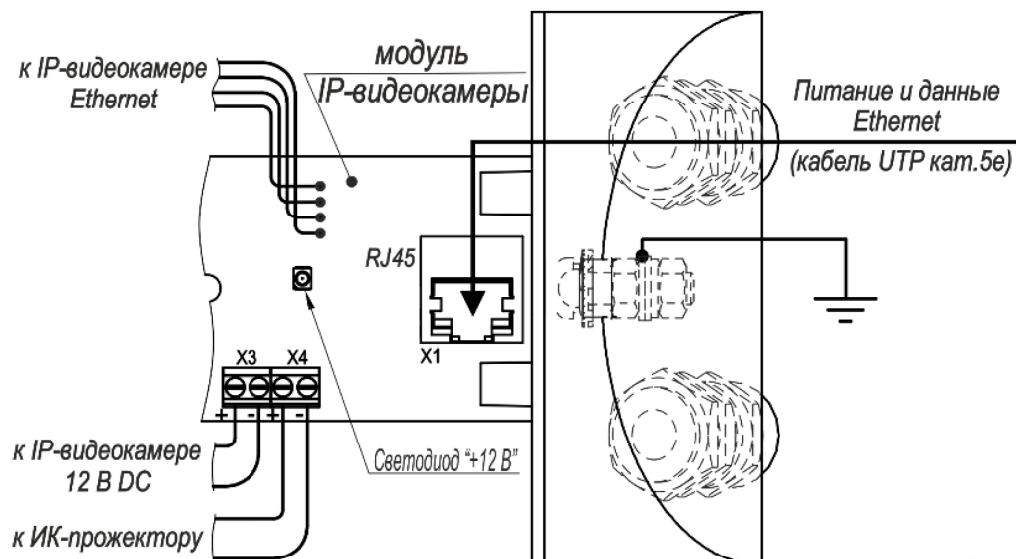
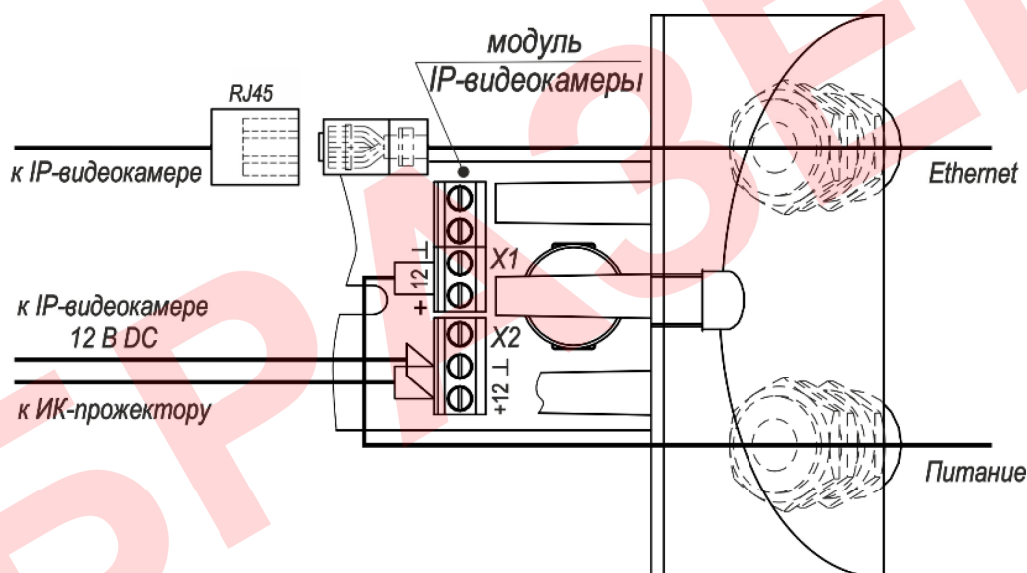

Рисунок 2 – Подключение изделия (с питанием PoE)
Рисунок 3 – Подключение изделия (с питанием 12 В DC)
2. Открутить 3 винта крепления задней крышки и выдвинуть модуль IP-видеокамеры (рисунок 2). Ввести через кабельный ввод внешний кабель UTP кат.5е и подключить его к разъёму X1 модуля IP-видеокамеры (с питанием PoE, рисунок 2) или в разъём RJ45 (с питанием 12 В DC, рисунок 3). Схема обжимки вилки RJ45 на кабель кат.5е показана на рисунке 4.
3. Видеокамера с питанием PoE: Подключить второй конец кабеля Ethernet к инжектору (коммутатору) PoE стандарта IEEE 802.3af, инжектор подключить к локальной сети. При этом на модуле IP-видеокамеры (см. рисунок 2) должен включиться светодиод «+12 В» (при температуре выше -10°C).